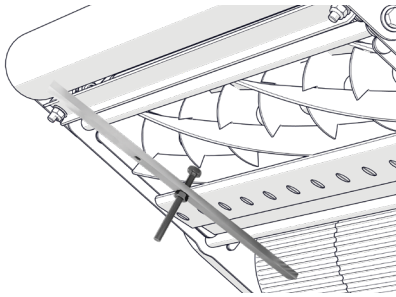

Fig. 12G - Ripetere la procedura sull'altro lato.
8. Ripetere lo stadio 7 per la seconda posizione sull'altro lato della cassetta (Fig. 12G).